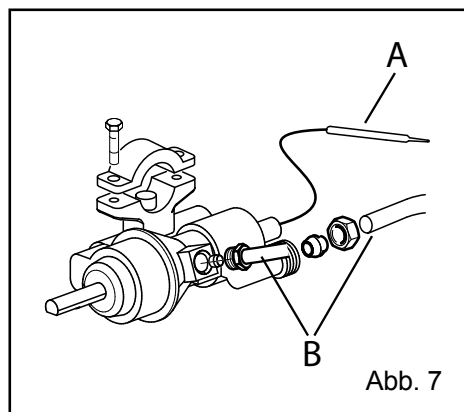

Abb. 7
- Thermostatkugel von der Halterung abschrauben (z.B. Abb. 7/A)
- Anschlüsse für Gaszufuhr und Gasausgang abschrauben (z.B. Abb. 7/B)